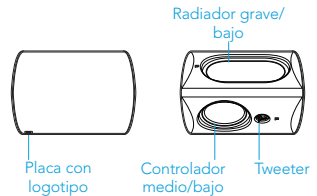

Figura 2
- No olvide orientar siempre los altavoces de forma que el agua circule por el cono del controlador y/o del radiador grave/bajo. Coloque siempre los altavoces de modo que el lado con el controlador medio/grave y el tweeter —es decir, el lado con la placa del logotipo de Definitive Technology (ver figura 2)— esté orientado hacia la zona de escucha.